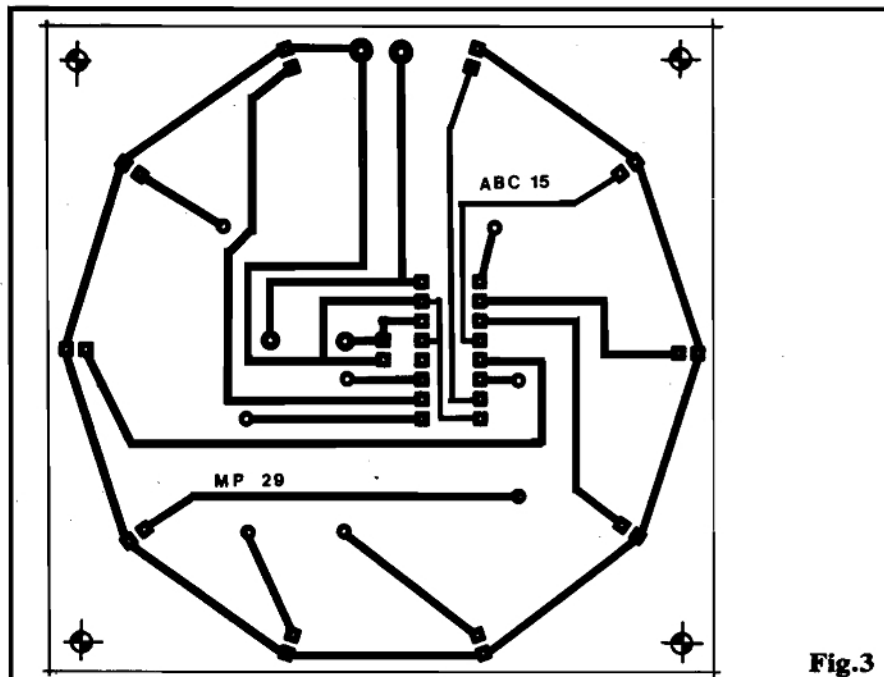

Fig.3
**FIG. 3 - LAY OUT (TAMANHO NATURAL) DO CIRCUITO IMPRESSO ESPECÍFICO** - O padrão do cobreado (ilhas e pistas) especialmente desenhado para promover o substrato físico e elétrico da montagem, está na figura, em escala 1:1 (pode ser diretamente copiado sobre uma placa "virgem" nas convenientes dimensões, para a devida confecção do Impresso...). Notem que, numa montagem desse gênero, o **lay out**, em sua distribuição, contribui **muito** (senão totalmente...) para a própria beleza ou "elegância" visual final, uma vez que desse desenho básico depreende a organização geométrica do **display**! Aquele "jeitão de roda" é consequência da incorporação do **display** circular de LEDs ao próprio padrão básico do Impresso, o que - inclusive - facilitará muito a "vida" do montador, evitando uma profusão de fiozinhos na implementação final (detalhes à frente...). Como sempre, recomendamos muita atenção e cuidado na elaboração do Impresso (já tivemos várias "Aulas" e "Lições" a respeito... Quem - por acaso, "esqueceu" o assunto, de-